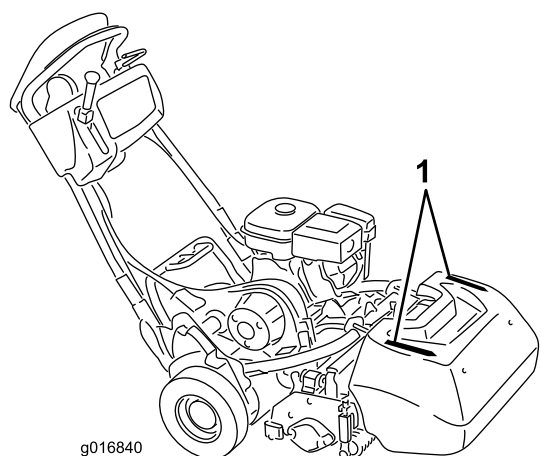

Figure 29
- Pour vous aider à travailler en ligne droite en travers du green et à maintenir la machine à égale distance du bord de la passe précédente, servez-vous des bandes d'alignement sur le dessus du bac à herbe (Figure 29).